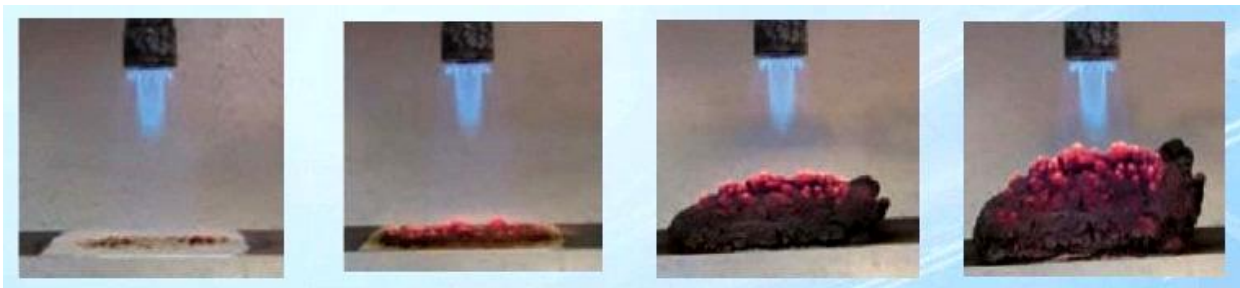

Figura 1.10¹⁶: Ação da tinta intumescente quanto exposta ao fogo.
- **revestimentos intumescentes:** consistem na aplicação de revestimentos (tintas) em substratos (estruturas metálicas, em alvenaria, madeira). Ao ser exposto a temperaturas superiores a 200 °C esses revestimentos experimentam uma expansão de volume tornando-se um filme isolante de espessura suficiente para inibir a ação das chamas sobre o material (Figura 1.10);